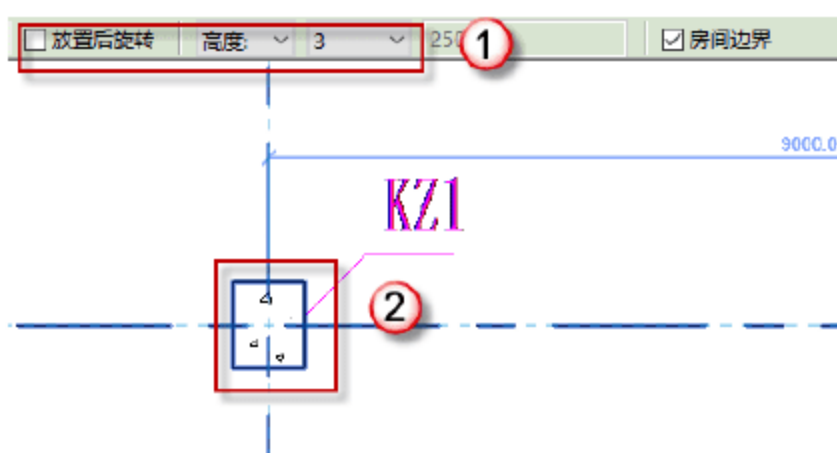

图 4.1.6 绘制矩形框架柱 KZ1
(6) 绘制矩形框架柱 KZ1, 按快捷键 C+L, 取消“放置后旋转”复选框的选择, 改为“高度”放置, 使顶部标高对齐标高结构 3 层, 如图 4.1.6 所示。